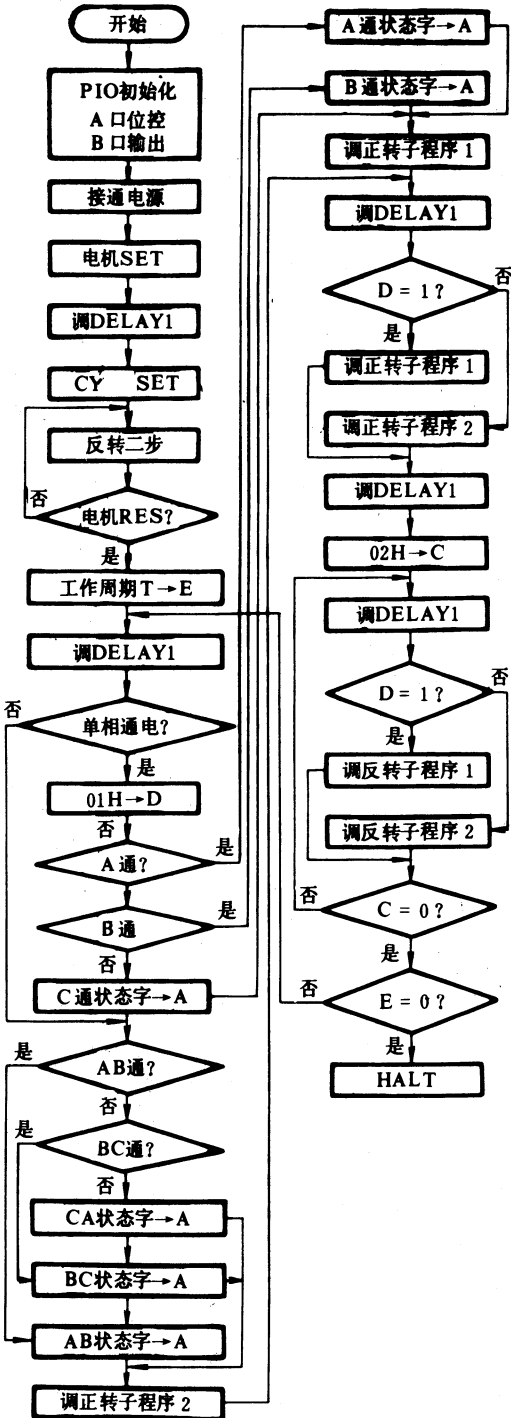

图 6
2. SET时，复位片停在45°以内，在这种情况下，由于复位后复位片不一定停在单相A通电位置，故流程图不同于图5（详见图6）。我们用汇编程序调试证明，图6的流程图适合上述二种情况，完全能满足整个系统要求。